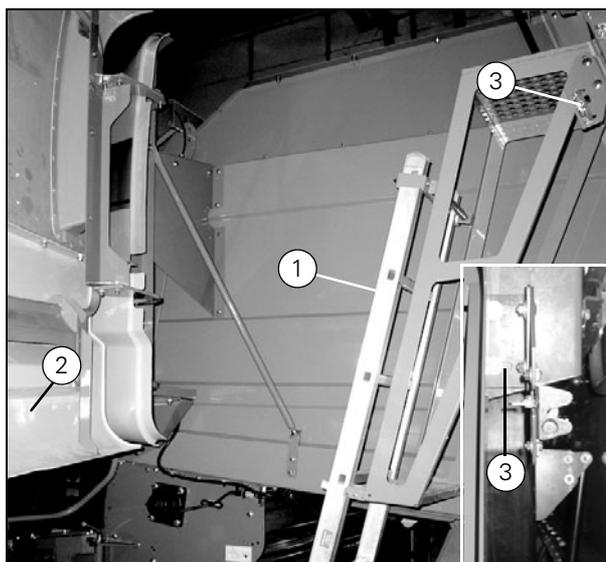
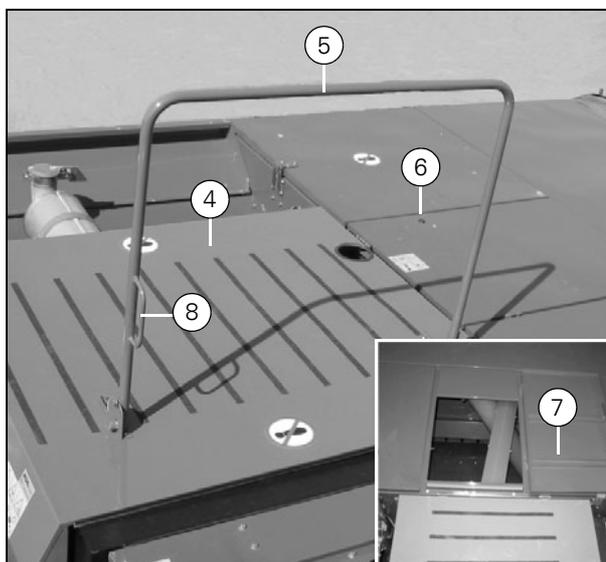
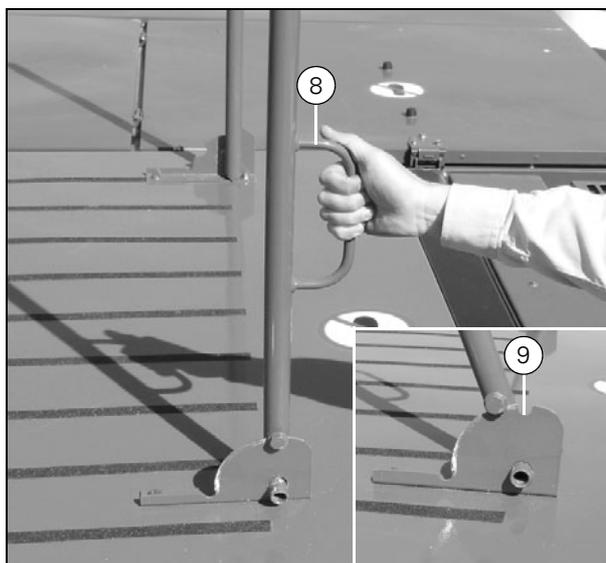

Рисунок 43
Рисунок 44
Рисунок 45
Доступ к зерновому бункеру, (Рис. 43), (Рис. 44) и (Рис. 45)
При закрытых крышках зернового бункера доступ в бункер возможен только через дверцу для обслуживания, см. (Рис. 44). Доступ к дверце для обслуживания возможен с капота двигателя (4); при этом разрешается вставать только на зоны со специально обработанной поверхностью при поднятом поручне (5).